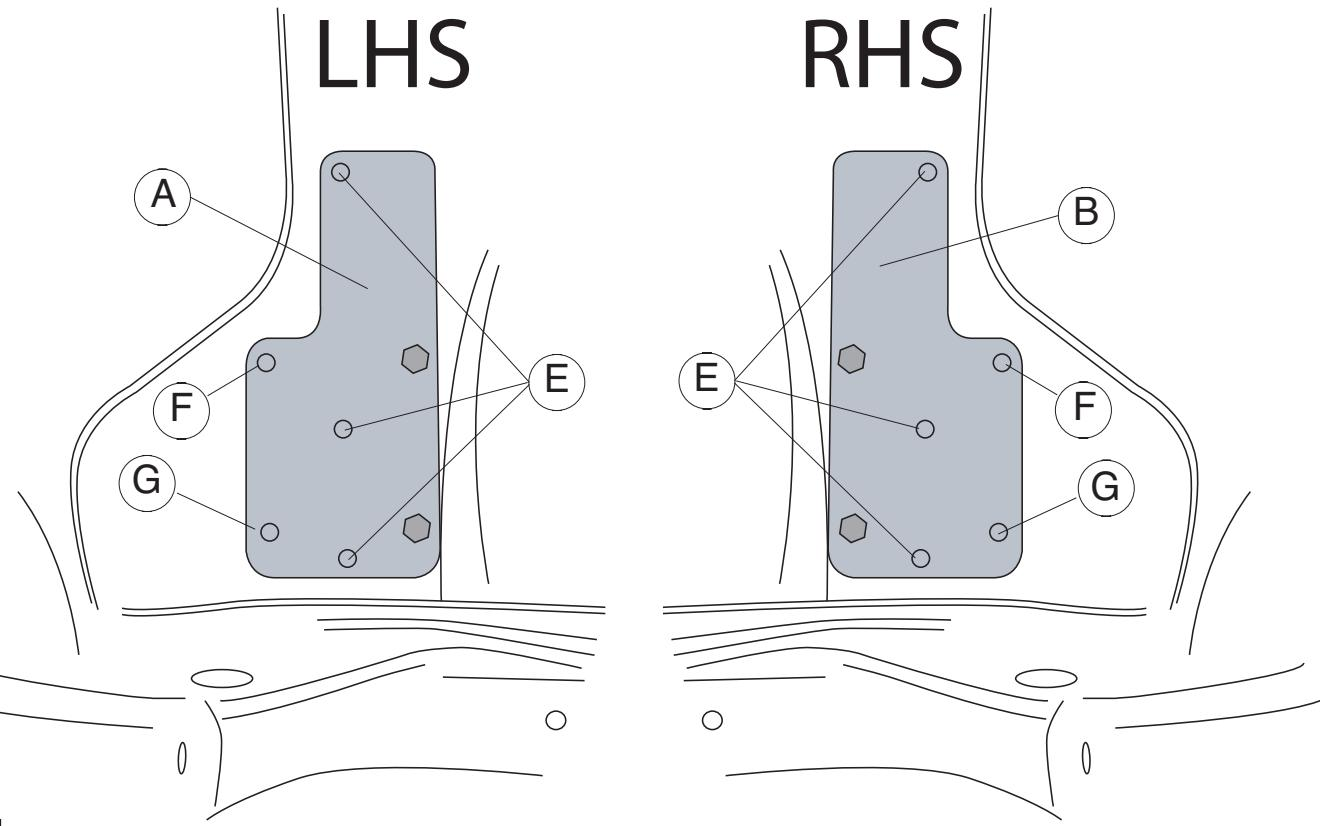

Fig.4
- Просверлить отверстия Е, F и G из багажного отсека диаметром 10,5 мм. См. рисунок 4.